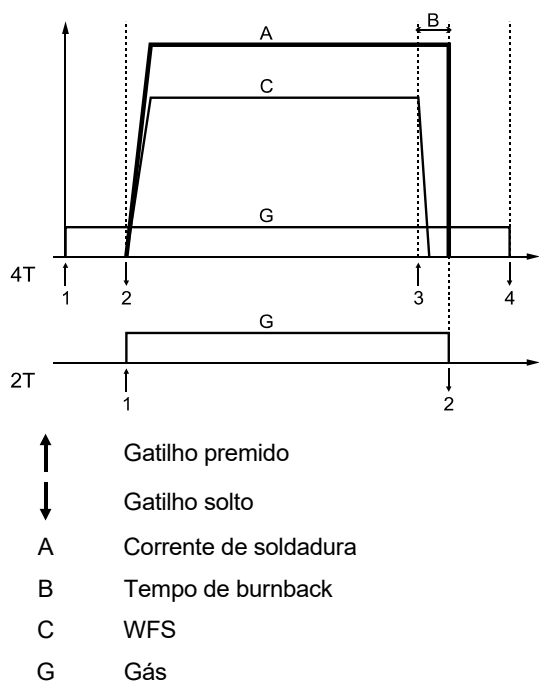

Figura 7.
19. Comutador do modo da pistola: permite seleccionar o modo da pistola de 2 passos ou 4 passos. A funcionalidade do modo 2T/4T é apresentada na Figura 7.